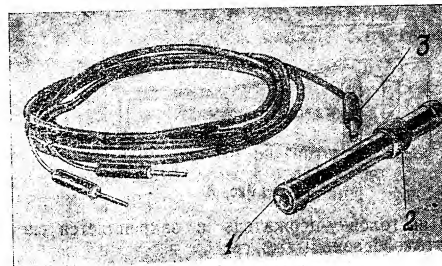

Рис. 7.
Контактная втулка (3) служит для присоединения к головке осветительной ручки-выключателя (рис. 7).
Ручка (рис. 7) служит держателем головки со вставленной в нее ректоскопической трубкой и одновременно
Электрошнур (рис. 7) с целью его предохранения от намокания и быстрого износа вмонтирован в хлорвиниловую изоляцию или резиновую трубку.